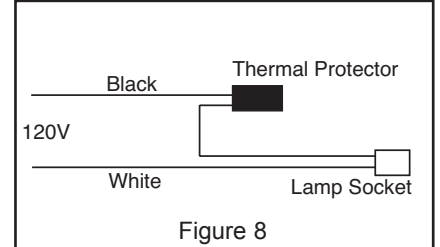

Figure 8
**Step 3.** Connect supply wires to fixture wires with proper size wire nuts (not supplied), so as to cover all bare current-carrying conductors. Connect black fixture wire to hot, white fixture wire to neutral and green fixture wire to ground (Fig. 8).
**Paso 3.** Conecte los hilos del suministro eléctrico con los hilos del portalámpara utilizando tuercas para hilos del tamaño adecuado (de otros fabricantes), a fin de cubrir todos los conductores activos expuestos. Conecte el cable blanco con el blanco, el negro con el negro y el verde con el verde (fig. 8).